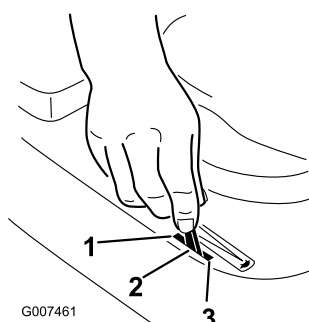

Figura 10
5. Spostate la leva dell'acceleratore su Starter (Figura 10).
7. Quando il motore è acceso, spostate lentamente la leva dell'acceleratore in posizione Fast (Figura 10). Se il motore si arresta o esita, tirate indietro la leva dell'acceleratore su Starter per alcuni secondi, quindi portatela alla massima (Fast). All'occorrenza, ripetete l'operazione.
1. Spostate la leva dell'acceleratore in posizione Slow (Figura 10).